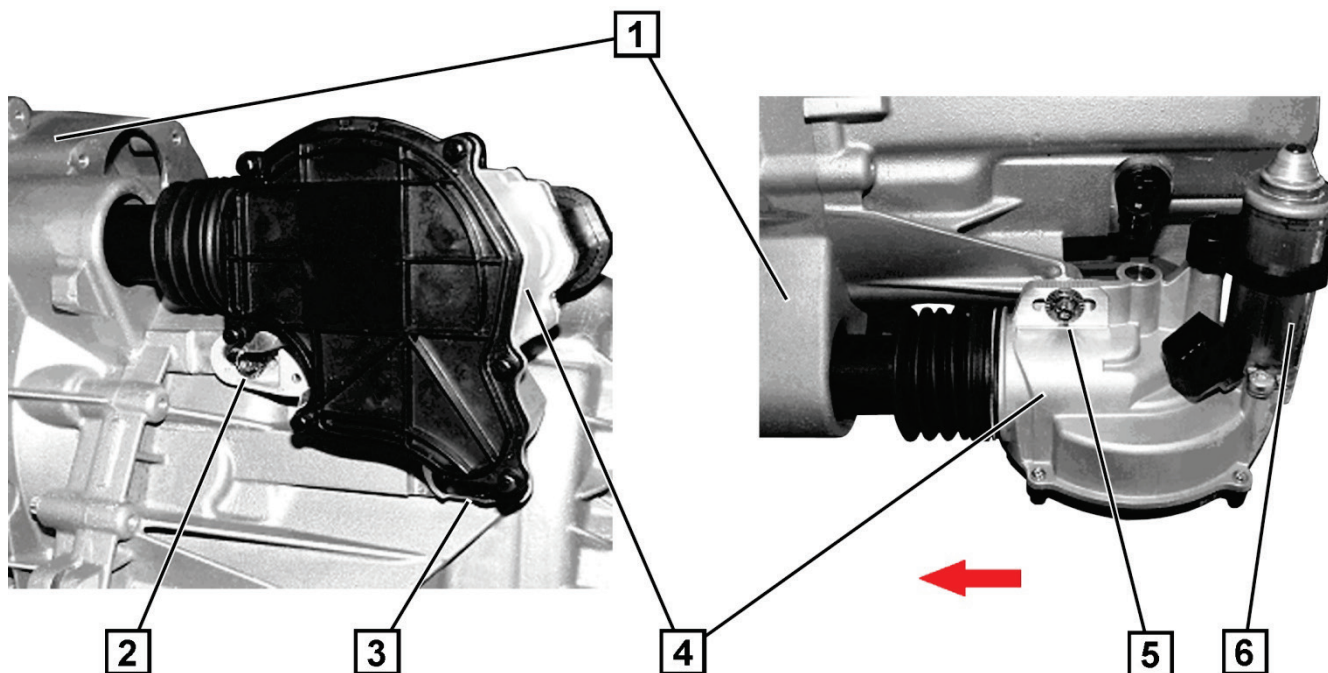

Fig. 1: atuador de embraiagem: smart fortwo (451) / smart forfour (454) / Mitsubishi Colt VI (Z\_)
1. Posicionar o atuador da embraiagem (5) na campânula da embraiagem (3) de modo a que o êmbolo fique firmemente encostado ao alojamento da alavanca de desembraiagem.
3. Pressionar o atuador da embraiagem **3 marcações na graduação** ( $\pm 6$  mm) no sentido da seta (Fig. 1).